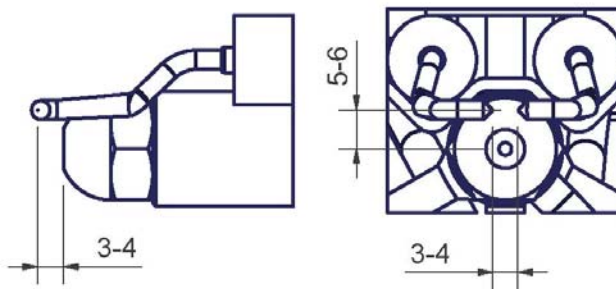

Рис. 51
- Проверьте запальный электроды, очистите, отрегулируйте и, при необходимости, замените (см. Рис. 51).